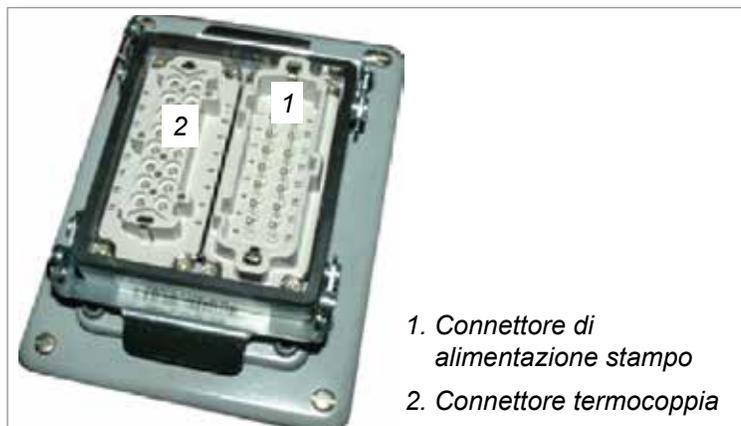

Figura 6-1 Spina dello stampo
1. Misurare la resistenza tra ciascuna coppia di fili della termocoppia sul connettore della termocoppia dello stampo. Vedere la Figura 6-1.